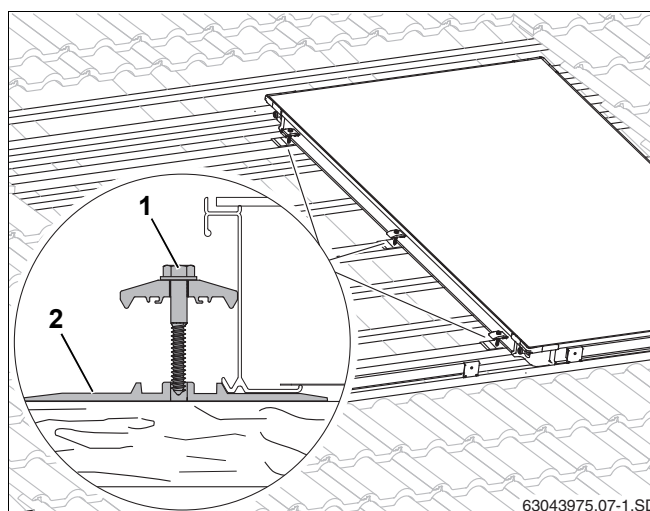

Рис. 24 Двухсторонний прижим на первом коллекторе
- ▶ Слегка приподнимите коллектор и сдвиньте под него подкладные пластины (рис. 24, поз. 2) с двухсторонним прижимом на 2-й и 3-ей дополнительной рейке, а также в середине коллектора на имеющейся рейке так, чтобы выступ уперся внизу в край коллектора.
- ▶ Для винта (рис. 24, поз. 1) нужно заранее просверлить отверстие сверлом 4 мм. Для разметки используйте насечки на подкладных пластинах.